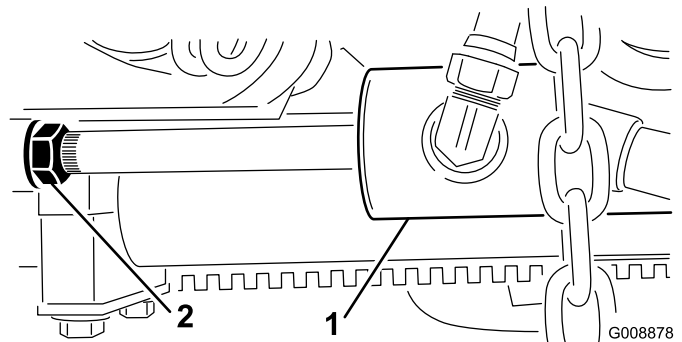

図 27
- B. シリンダについているジャムナットを戻す（図 27）。